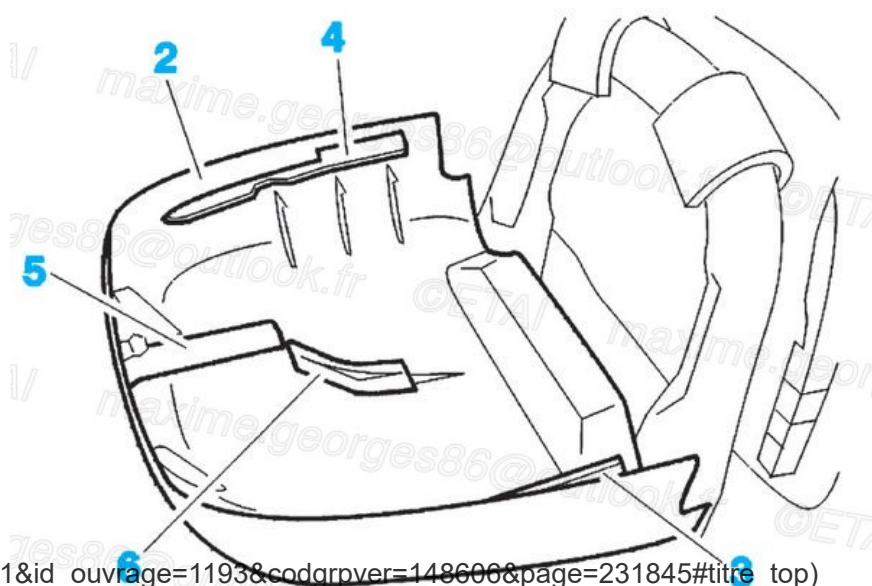

Fig.50
- Appuyer vers l'intérieur, sur la partie centrale de la garniture de l'appui-tête (2) (**Fig.50**) (/media/LEA/CAR_LEA_463/RTA714A-011-050X.jpg).
- Soulever au maximum la garniture (2).
- Dégager de son logement la partie (3) puis la partie (4).
- Appuyer et dégager la languette (5) vers l'extérieur.
- Abaisser la garniture (2).
- Dégager la languette (6) vers l'extérieur.
- Déposer la garniture (2).